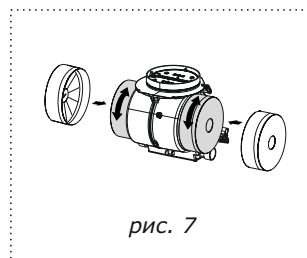

рис. 7
- установите два угольных фильтра (см. табл.1 и рис. 7), предварительно удалив с них упаковочную пленку;
Угольные фильтры устанавливаются на защитные решетки корпуса вентилятора, путем легкого нажатия и поворота (рис. 7).
8.3 Для очистки алюминиевого фильтра извлеките его из вытяжки (рис. 7) и произведите его очистку с помощью щетки водным раствором нейтрального моющего средства вручную или в посудомоечной машине (при 60°C). Сильно загрязненный фильтр не следует мыть в посудомоечной машине. Старайтесь не гнуть фильтр при мойке. Возможное изменение цвета фильтра, с течением времени, не приводит к снижению эффективности его действия.